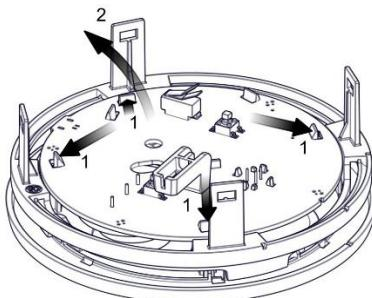

Figura 15
4. Desconecte la placa del panel principal de las lengüetas de sujeción (*ver la Figura 15*).